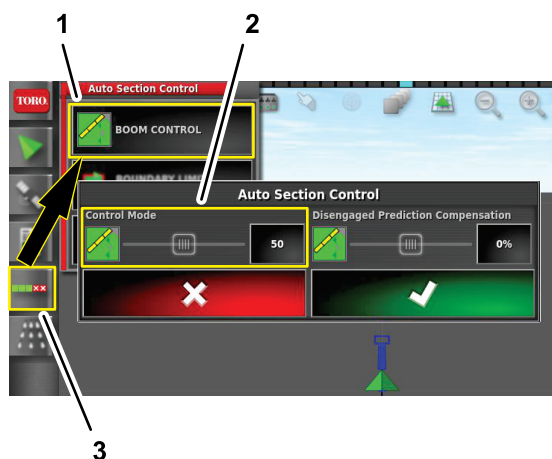

Figura 107
1. Pulse el icono CONTROL AUTOMÁTICO DE SECCIONES (Figura 107).
2. Pulse el icono CONTROL DE BRAZOS (Figura 107).